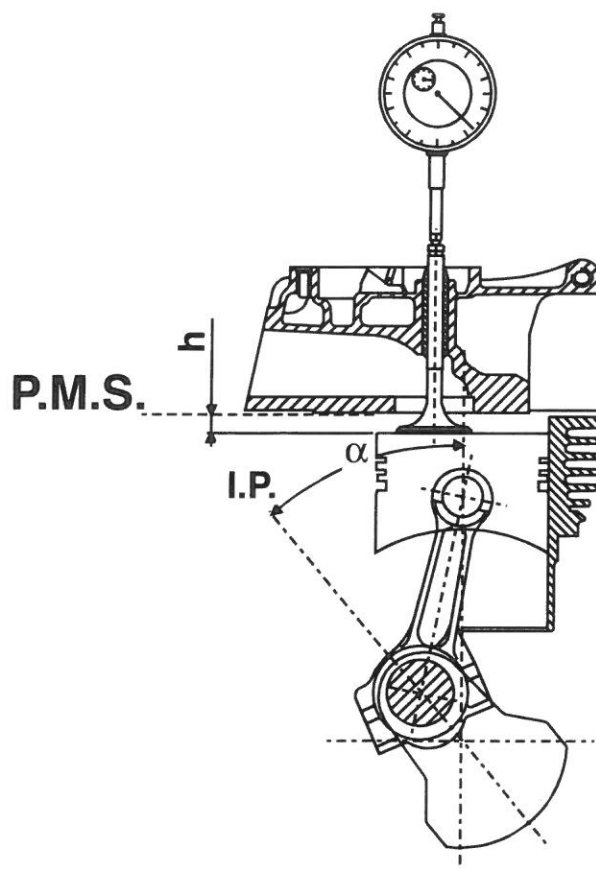

FIG. 2
- 4) Ruotare lentamente ed in senso antiorario (lato volano) l'albero motore, verificando sul comparatore che il pistone si abbassi rispetto al P.M.S. (quota "h" - fig. 2) di circa 5 mm.
- 5) Ruotare lentamente ed in senso orario (lato volano) l'albero motore, verificando sul comparatore che il pistone si abbassi rispetto al P.M.S. (quota "h" - fig. 2) dei valori riportati nella seguente tabella:
- 7) Con una pompetta ad alta pressione (o capillare) effettuare il traboccamento che deve iniziare quando il pistone si trova nella posizione I.P. (fig. 2) secondo i valori della tabella.